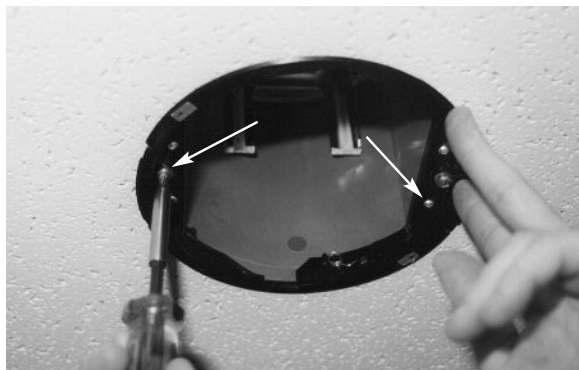

Figura 13 Sujeción de la caja posterior
- Apriete los dos (2) tornillos de las abrazaderas flexibles. NO APRIETE EN EXCESO (FIGURA 13).